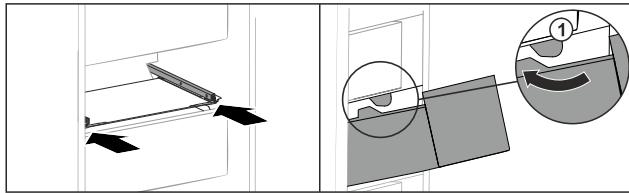

Fig. 149
- Schubfach um die Stopper Fig. 149 (1) herumführen.